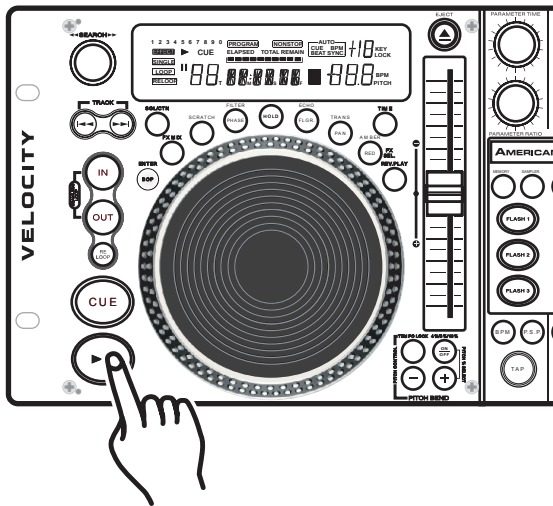

Figura 32
- 1) Pulse el BOTÓN PLAY/PAUSE (22) para que suene la música (Figura 32).